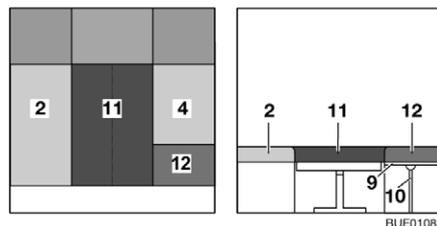

Bild 97 Nach dem Umbau
- Das Zusatzpolster (Bild 97,11) zwischen die Sitzpolster (Bild 97,2 und 4) legen.
- Das Zusatzpolster (Bild 97,12) auf die Bettkasten-Verlängerung (Bild 97,9) legen.